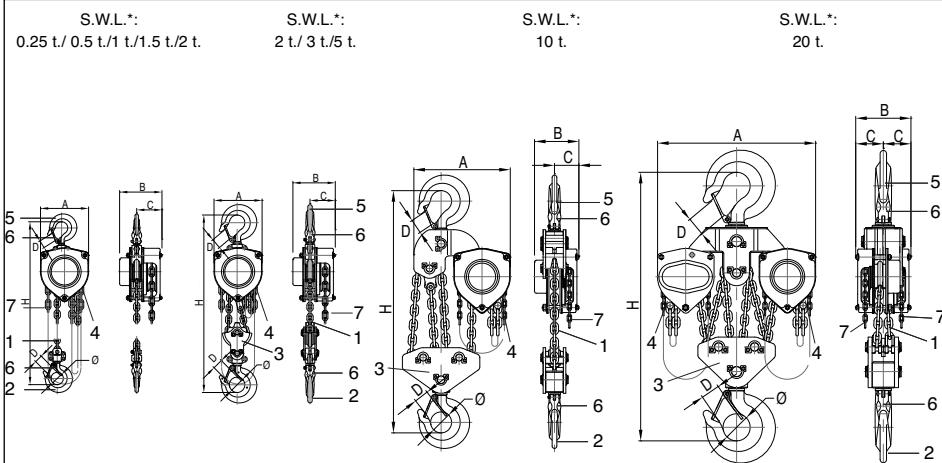

fig. 1
Lyftblocket Tralift™ levereras utrustad med en lyftkärring (punkt 1, fig. 1) och en kompatibel manöverkärring (punkt 7, fig. 1) för en standardlyft höjd på 3 m.
Lyftkärringen består av en eller flera löpare (se punkt 2 "Tekniska uppgifter") med en lyftkrok i lyftändan (punkt 2, fig. 1). I andra ändan (döda ändan) sitter lyftkärringen fast i ett nedre ändanslag (punkt 4, fig. 1) som är fastgjord vid utrustningen.
3. Kontrollera krokarnas (punkt 2, fig. 1) och spärrhakarnas skick (punkt 6, fig. 1).
4. Kontrollera att lyftkättingens döda ända sitter fast vid utrustningens nedre ändanslag (punkt 4, fig. 1).